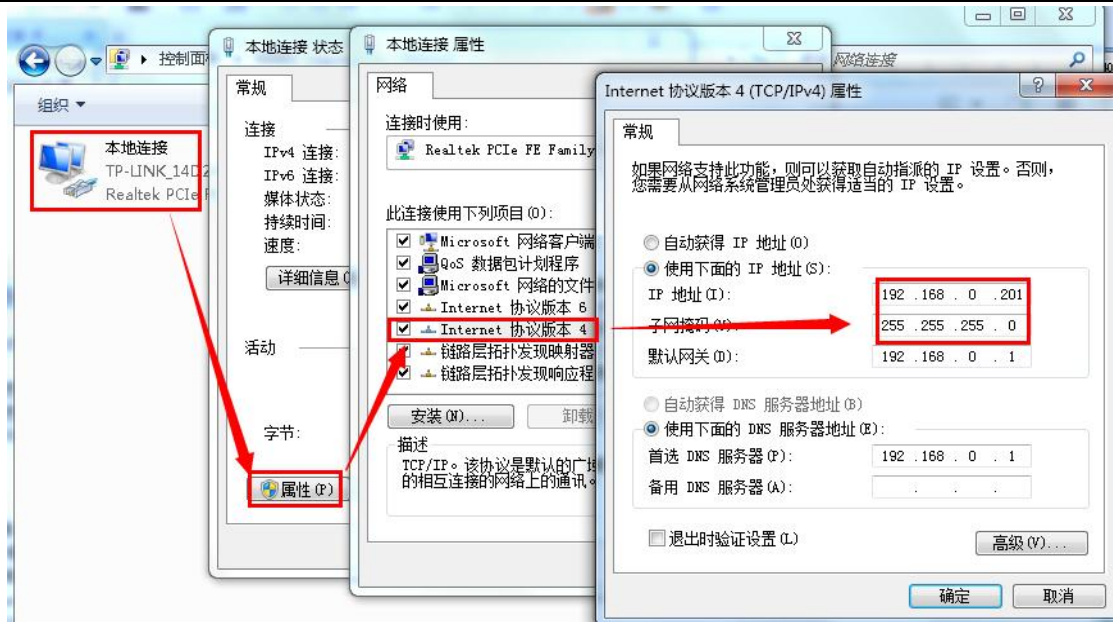

图 4 PC 机本地连接设置
- 1) 打开测试软件“USR-TCP232-Test.exe”①，按照图 4 连接好硬件。